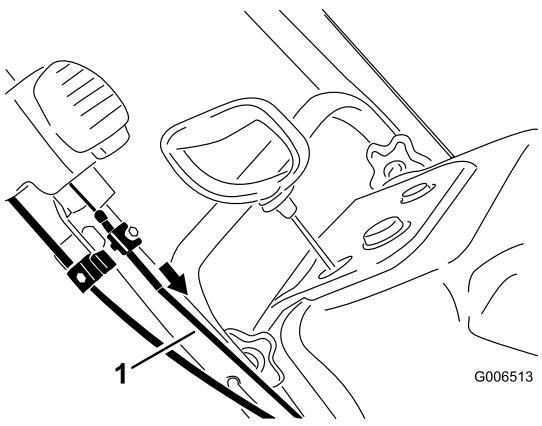

Figure 34
5. Tirez la gaine du câble supérieur vers l'avant pour supprimer le mou, puis serrez la vis du serre-câble solidement (Figure 34).